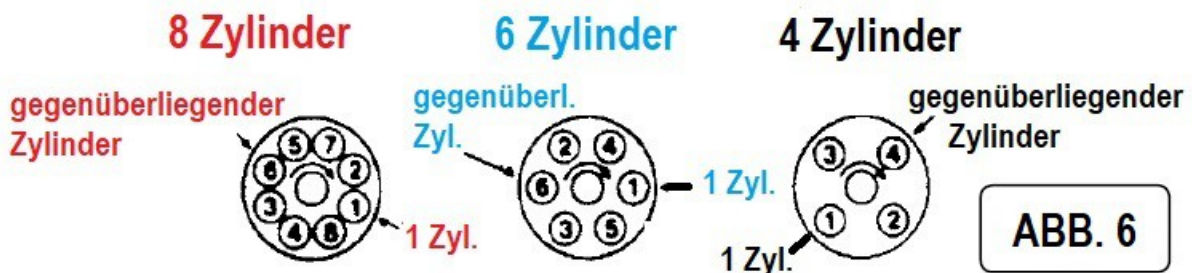

ABB. 6
4.15.2. Schließen Sie die Induktionsklemme an das Zündkabel an, das direkt gegenüber (180°) dem 1. Zylinder auf der Verteilerkappe liegt (siehe Abbildung 6).